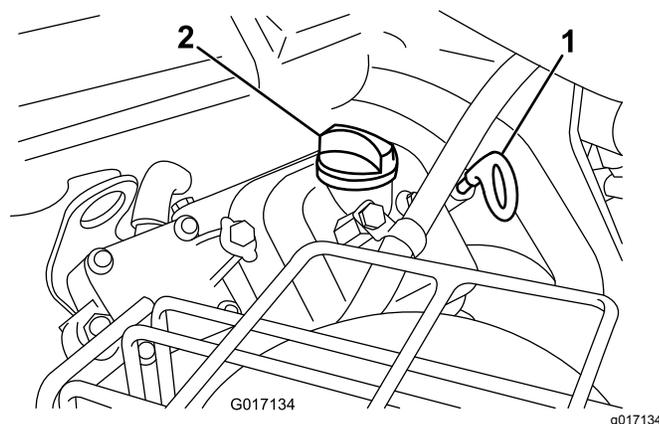

Рисунок 36
3. Вставьте и заверните масломерный щуп в трубку для щупа (Рисунок 36).